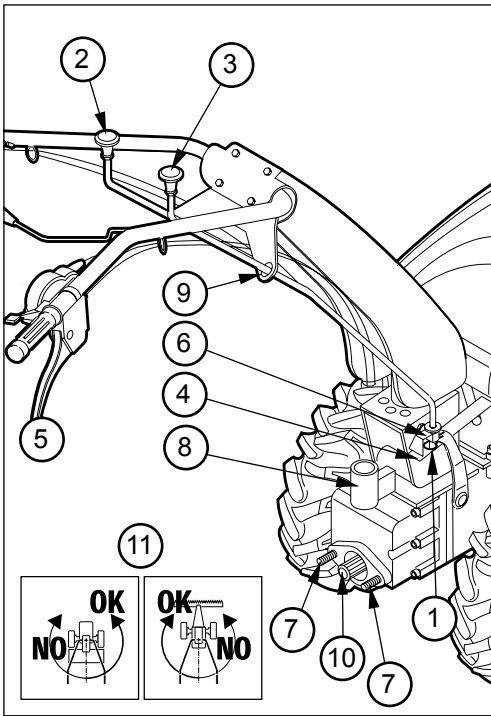

Fig. 5
**Fig. 5 - Inversione stegole.** - 1) Spina elastica bloccaggio asta cambio. - 2) Asta innesto presa di forza PTO. - 3) Asta selezione marce. - 4) Posizione estremità asta. - 5) Leva di bloccaggio e regolazione laterale stegole. - 6) Punto di aggancio asta leva cambio. - 7) Prigionieri di fissaggio attrezzature intercambiabili. - 8) Attacco per mezzi trainati. - 9) Fori di passaggio aste. - 10) Albero PTO. - 11) Pittogramma che indica il corretto senso di rotazione delle stegole.